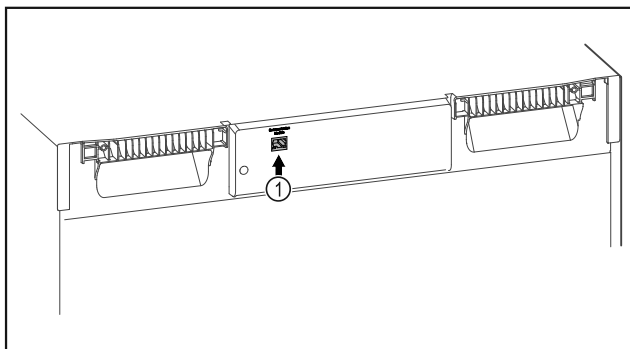

Fig. 83
- SmartModule Fig. 83 (1) inserito.